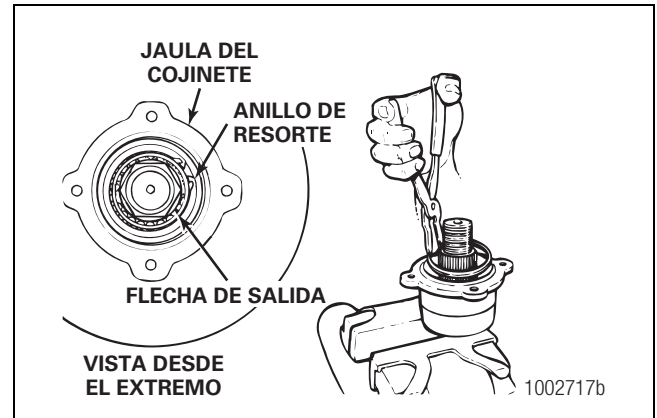

Figura 5.91
- Instale el anillo de resorte que sujeta la copa exterior en la jaula. El anillo de resorte controla el juego axial del cojinete de salida. Figura 5.91.